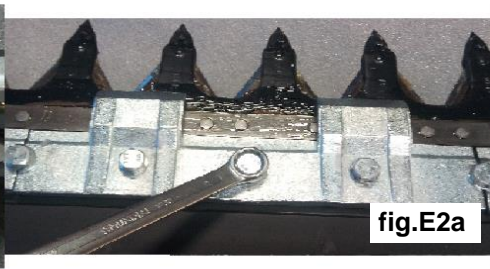

fig.E2a
- allentare le rispettive viti di fissaggio (**fig. E2a**);
- loosen the respective fixing screws (**fig. E2a**);